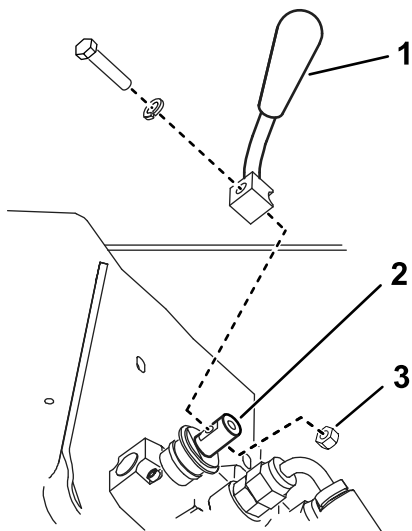

Bild 3
2. Befestigen Sie den Hebel mit der Schraube, der Sicherungsscheibe und der Mutter am Geschwindigkeitsschaltventil, wie in Bild 3 abgebildet.